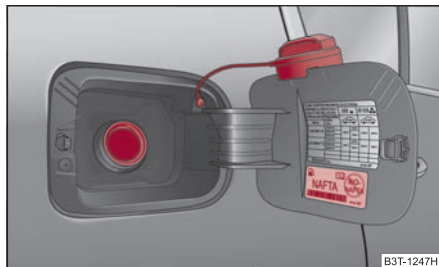

Fig. 13 Trappe avec bouchon dévissé
- Dévissez le bouchon en le faisant tourner vers la gauche et posez-le en haut sur la trappe du réservoir ⇒ fig. 13.